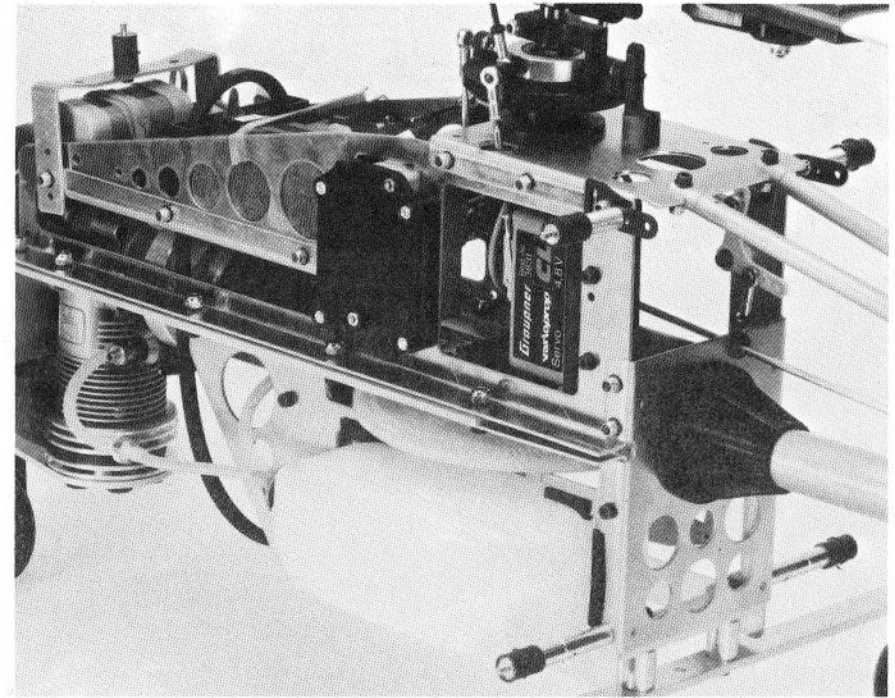

Abb. 6
Je ein Schwingmetall (335) wird auf einen dem Bausatz, Best.-Nr. 4605 beiliegenden Distanzstück (4605/9) festgeschraubt. Diese Einheiten werden nun mit einer Schraube M 3x6 (4605/10) und Zahnscheibe (022) an je einen Trägerwinkel (455), wie in Skizze 4 die Draufsicht zeigt, befestigt. Diese Teile wiederum werden mit der hinteren Verschraubung des Hauptrotorspantes (403) am Chassis befestigt. Siehe Abb. 6.
Abbildung 6 zeigt das gesamte Befestigungsmaterial am Kompakt-Chassis montiert.